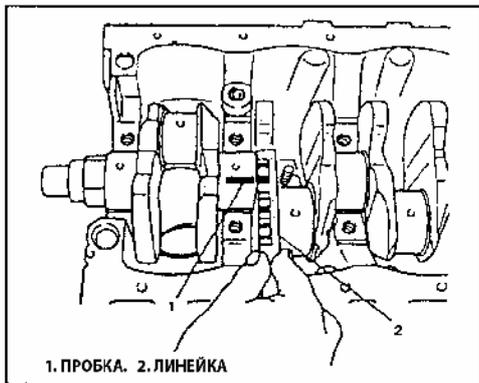

Рис. 158
- 5) Снимите крышку подшипника, измерьте ее толщину при помощи линейки (Рис. 158). Если зазор превышает допустимые пределы, замените коренной подшипник. Всегда меняйте верхний и нижний вкладыши одновременно. С новыми установленными вкладышами зазор должен прийти в норму. Если это не так, при необходимости отшлифуйте шейки коленвала под ремонтные вкладыши с увеличенным размером на 0.25 мм.